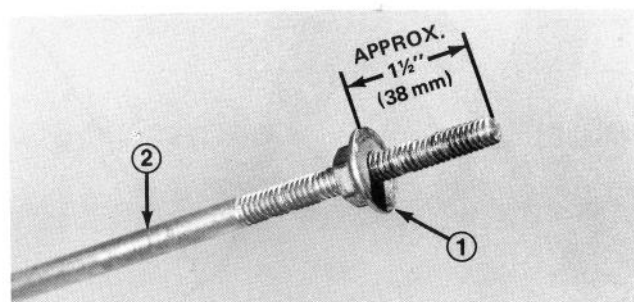

Abb. 3
1. Bundmutter (Bundseite nach unten) auf Antriebsstange anschrauben (Abb. 3).